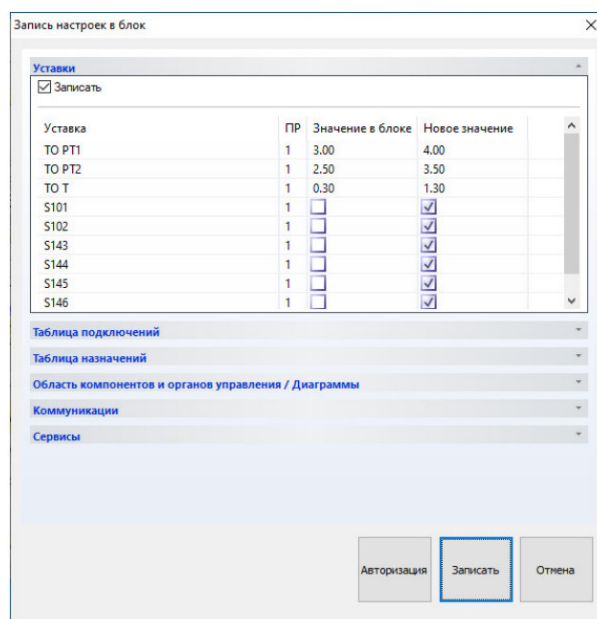

Рисунок 48
4.12.5.2.4 После успешной авторизации кнопка "Записать" в окне "Запись настроек в блок" станет активной (рисунок 48).